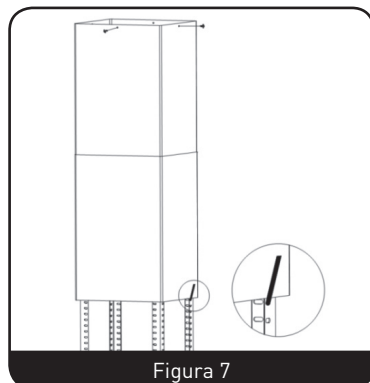

Figura 7
5. Sujete la sección superior de la chimenea a la placa de fijación utilizando 4 tornillos autoperforantes. Pase la sección inferior de la chimenea sobre los perfiles angulares y elévela hasta que solape la sección superior de la chimenea. (Figura 7)